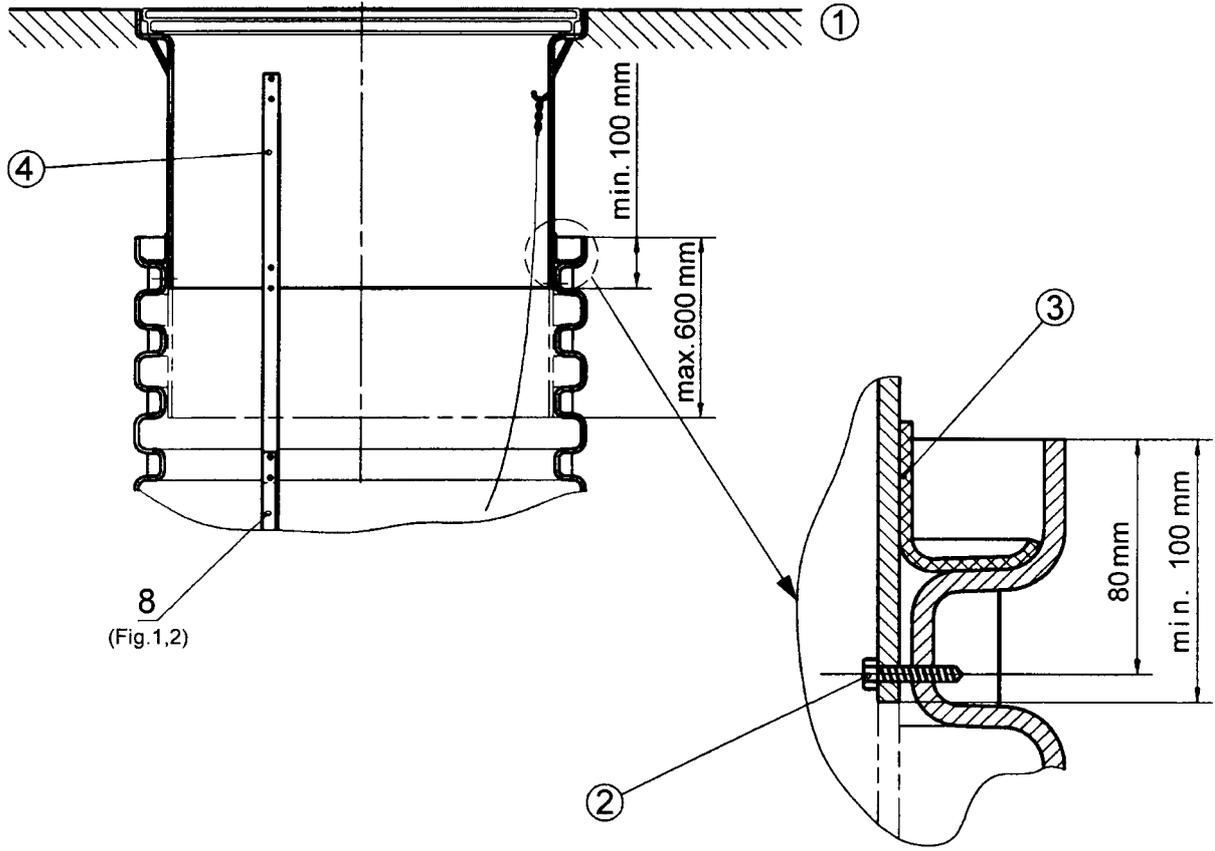

Рис. 5
- При необходимости увеличения длины шахты (рис. 5) в случае глубоко лежащего подводящего трубопровода или для защиты от замерзания, может быть поставлено специальное удлинение (макс. удлинение 700 мм. Другая длина по запросу).
- Удлинение шахты вставить таким образом в шахту, чтобы верхняя кромка удлинения была на уровне земной поверхности (рис. 5, поз. 1). При необходимости удлинения < 150 мм рекомендуется использовать бетонные кольца с бетонной крышкой или обрезать удлинение в нижней части до нужной длины.
- Удлинение следует установить как показано на рис. 5.
- Прикрепить удлинение к шахте с помощью 6-ти шестигранных винтов в самой верхней части гофра (рис. 5, поз. 6).
- Уплотнение (рис. 5, поз. 3) ввести в верхний паз таким образом, чтобы оно плотно и без складок прилегало к поверхности. Следить за чистотой уплотнения и поверхности паза!